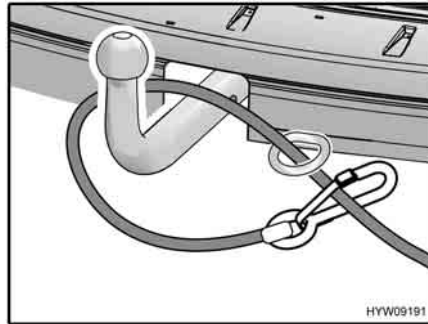
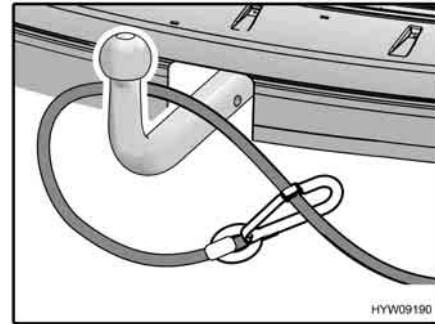

Fig. 3 Gancio di traino con occhiello
Fig. 4 Gancio di traino senza occhiello
- Far passare la fune di strappo attraverso l'occhiello appositamente previsto e farla girare intorno al collo sferico del gancio di traino (Fig. 3).
- Se sulla motrice non ci sono occhielli: far girare la fune di strappo intorno al collo sferico del gancio di traino (Fig. 4).
- Agganciare il gancio a molla alla fune di strappo (Fig. 3 e Fig. 4).